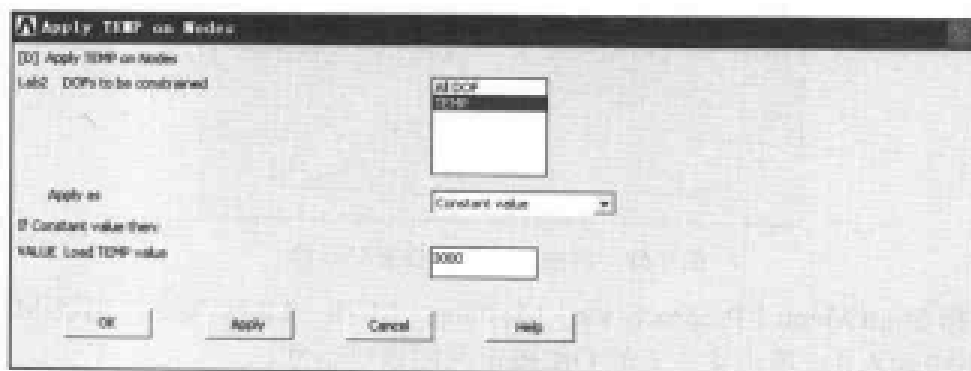

图 9-69 施加温度载荷对话框
(1) 选择 Main Menu | Solution | Analysis Type | New Analysis 命令, 出现 New Analysis 对话框。选择分析类型为 Steady-State, 单击 OK 按钮关闭该对话框。
(2) 选择 Main Menu | Solution | Define Loads | Apply | Thermal | Temperature | On Nodes 命令, 出现 Apply TEMP on Nodes 菜单, 在文本框中输入 1, 单击 OK 按钮, 出现 Apply TEMP on Nodes 对话框, 在 Lab2 DOFs to be constrained 列表框中选择 TEMP 选项, 在 VALUE Load TEMP value 文本框中输入 3000, 如图 9-69 所示, 单击 OK 按钮关闭该对话框。